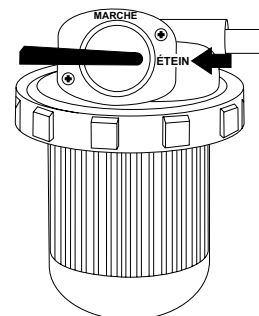

**Figure 61. Levier de la soupape de carburant (ÉTEIN)**
1. Déplacer le levier de la soupape de carburant (Figure 61) à la position **ÉTEIN**.
1. Déplacer le levier de la soupape de carburant (Figure 61) à la position **FERMÉ**.